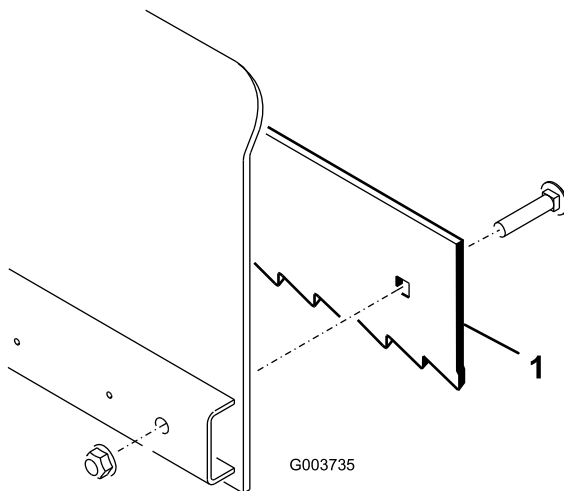

Figura 3
- **Pentru o condiționare mai agresivă:** Amplasai placa de uzură (Figura 3) cu dinii îndreptați în față.